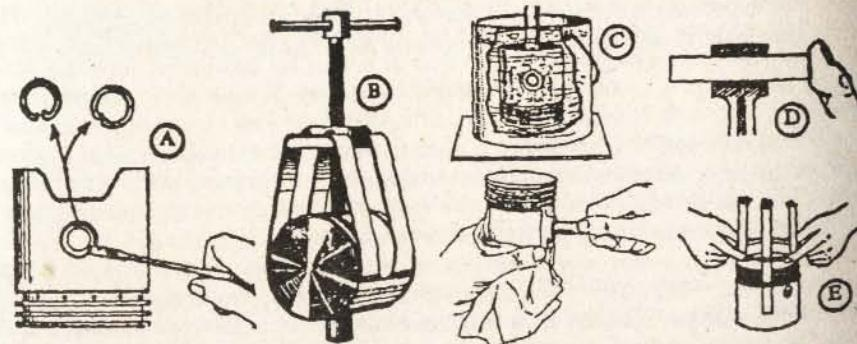

Fig. 2-16.— Desmontaje y prueba de pasadores, bujes y anillos
Después de quitar los seguros Seeger con un alicate de punta o por medio de un destornillador (A) (Fig. 2-16), se bota el pasador por medio del extractor (B). Para quitar y montar el pasador, es conveniente calentar el pistón en agua a unos 90°C, pues su material (aleación de aluminio) se dilata más que el acero, facilitando la salida y el montaje del nuevo pasador.